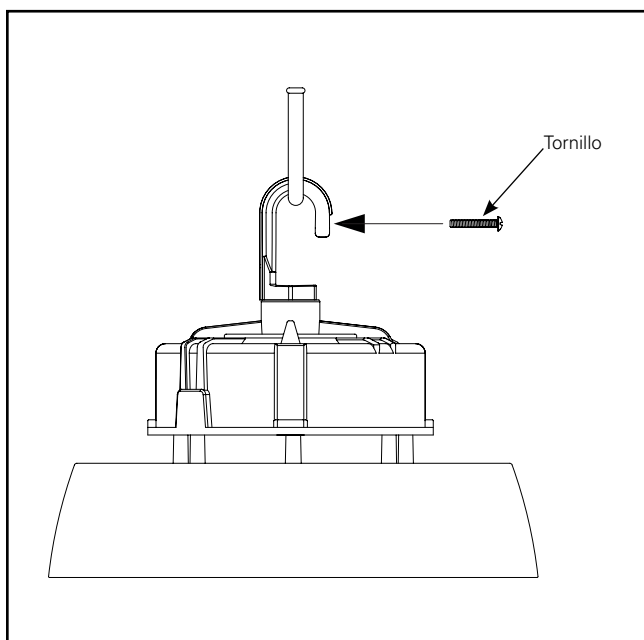

Figura 4.
4. Instale el tornillo de bloqueo. (Figura 4.)